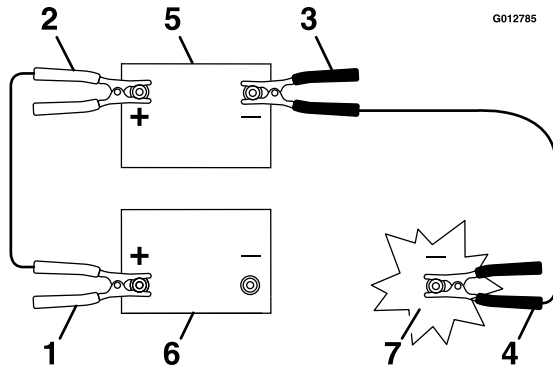

Figura 50
3. Ligue o cabo positivo (+) ao terminal positivo (+) da bateria descarregada que está ligada ao arrancador ou solenóide, conforme indicado em Figura 50.